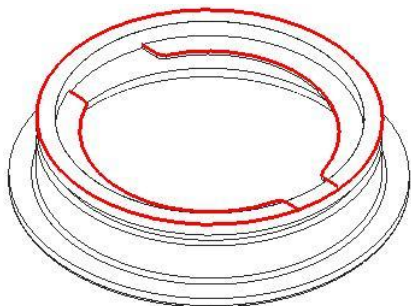
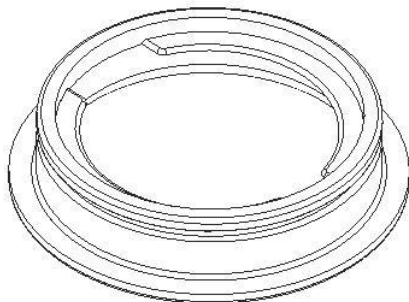

图5-61
图5-62
12. 使用边倒圆功能创建圆角特征。选择图 5-61 所示的实体边缘，然后设置圆角半径为“1”，结果如图 5-62 所示。